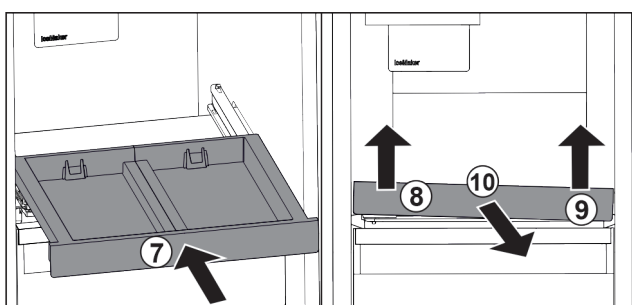

Fig. 43
- Auszugsbord einschieben. Fig. 43 (7)
- Auszugsbord vorne links anheben. Fig. 43 (8)
- Auszugsbord vorne rechts anheben. Fig. 43 (9)
- Auszugsbord nach vorne entnehmen. Fig. 43 (10)